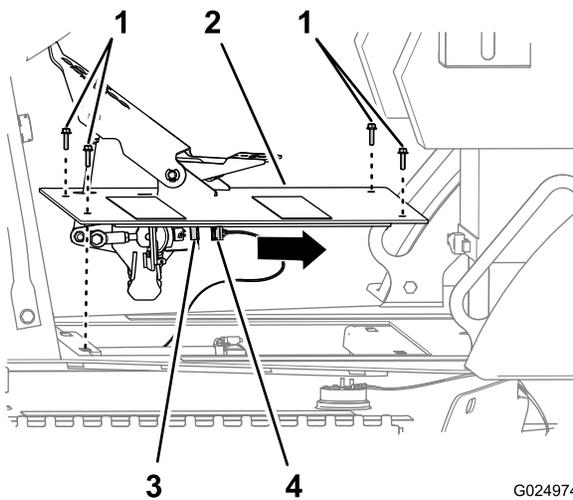

Figure 110
- Retirez les 4 boulons à embase hexagonale qui fixent la pédale de déplacement au châssis de la machine (Figure 110).
- Débranchez le connecteur à 6 douilles du faisceau de la machine du connecteur à 6 broches du capteur de la pédale de déplacement (Figure 110).
- Déposez la pédale de déplacement de la machine (Figure 110).
1. Rebranchez le connecteur à 6 douilles du faisceau de la machine au connecteur à 6 broches du capteur de la pédale de déplacement (Figure 110).
2. Alignez les trous de la plaque de la pédale de déplacement sur les trous du châssis de la machine (Figure 110).
3. Fixez la pédale de déplacement au châssis de la machine au moyen des 4 boulons à embase hexagonale (6 x 25 mm); voir Figure 110.